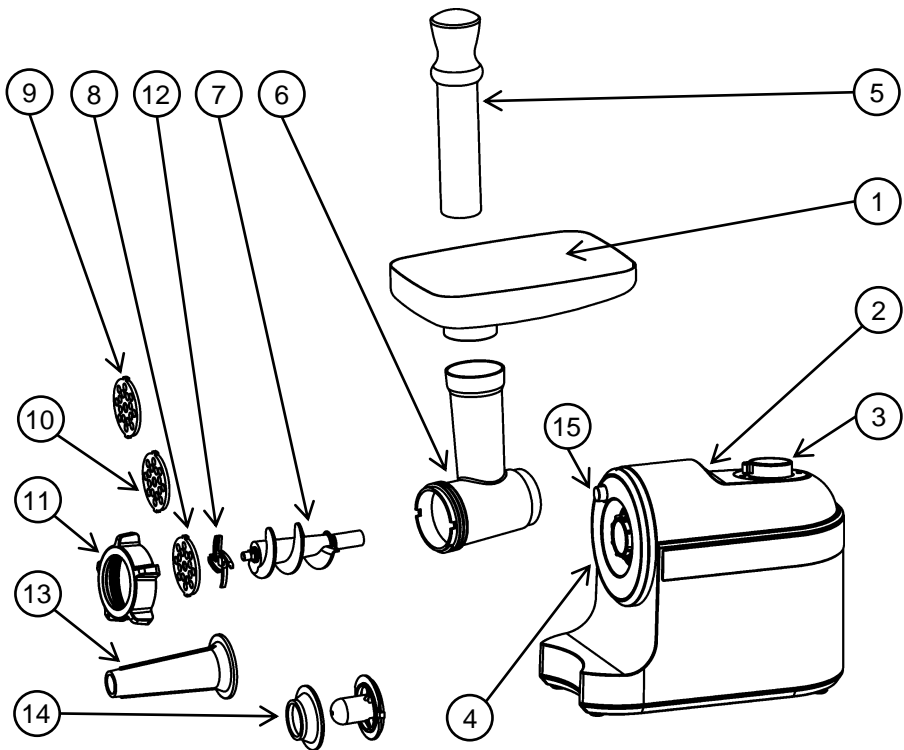

Рисунок 1 – Устройство мясорубки
- Промойте комплектующие мясорубки, кроме привода (рисунок 1, п. 2), теплой мыльной воде.
- Установите привод (рисунок 1, п. 2) на ровную стационарную поверхность.
- Вставьте блок приставки (рисунок 1, п. 6) в привод (рисунок 1, п. 2) и поверните его в направлении, указанном на рисунке 2 до характерного щелчка. Убедитесь, что блок приставки зафиксирован в приводе.
- Вставьте шнек (рисунок 1, п. 7) длинным концом в блок приставки (рисунок 1, п. 6) до упора, как показано на рисунке 3.
- Наденьте нож (рисунок 1, п. 12) на тонкий конец шнека (рисунок 1, п. 7) так, чтобы режущая кромка (острый край) смотрела наружу, к решетке с отверстиями (рисунок 1, п. 8, 9, 10), как показано на рисунке 4.
- Установите решетку с отверстиями (рисунок 1, п. 8, 9, 10) в блок приставки (рисунок 1, п. 6), как показано на рисунке 5. Проконтролируйте, чтобы выступы на решетке с отверстиями вошли в соответствующие пазы.
- Придерживая решетку с отверстиями (рисунок 1, п. 8, 9, 10), закрутите фиксирующее кольцо (рисунок 1, п. 11) до упора, как показано на рисунке 6.
- Установите загрузочный лоток (рисунок 1, п. 1) на блок приставки (рисунок 1, п. 6), как показано на рисунке 7.
- Убедитесь, что переключатель режимов работы (рисунок 1, п. 3) находится в положении «0».
- Поместите, предварительно нарезанные продукты (приблизительный размер кусков $20\times 20\times 60$ мм), в загрузочный лоток (рисунок 1, п. 1).
- Установите переключатель режимов работы (рисунок 1, п. 3) в положение «I» или «II» («I» – минимальная скорость работы, «II» – максимальная скорость работы).
- Загрузите продукты в горловину используя толкатель (рисунок 1, п. 5), как показано рисунке 8.
- По окончании измельчения продуктов, установите переключатель режимов работы (рисунок 1, п. 3) в положение «0» и отключите мясорубку от электрической сети.
- При застревании продуктов в мясорубке, установите переключатель режимов работы (рисунок 1, п. 3) в положение «0», а после полной остановки работы привода (рисунок 1, п. 2), в положение «R».
- Шнек (рисунок 1, п. 7) должен вращаться в обратном направлении, освобождая мясорубку от застрявших продуктов.
- Открутите фиксирующее кольцо (рисунок 1, п. 11) и снимите решетку с отверстиями (рисунок 1, п. 8, 9, 10) и нож (рисунок 1, п. 12).
- Установите насадку кеббе (рисунок 1, п. 14) в блок приставки (рисунок 1, п. 6), проконтролируйте, чтобы выступы на насадке кеббе вошли в соответствующие пазы, закрутите фиксирующее кольцо (рисунок 1, п. 11) до упора, как показано на рисунке 9
- Открутите фиксирующее кольцо (рисунок 1, п. 11) и поместите в него насадку для колбас (рисунок 1, п. 13).
- Придерживая насадку для колбас (рисунок 1, п. 13), закрутите фиксирующее кольцо (рисунок 1, п. 11) до упора, как показано на рисунке 10.
- Разберите мясорубку в обратном порядке сборки (стр. 6). Для отсоединения блока приставки нажмите и удерживайте кнопку (рисунок 1, п. 15).
- Комплектующие мясорубки, кроме привода (рисунок 1, п. 2) допускается мыть при температуре не выше 50 °С.
- Привод (рисунок 1, п. 2) протрите влажной, а затем сухой тряпкой. Не погружайте привод в воду или другие жидкости.